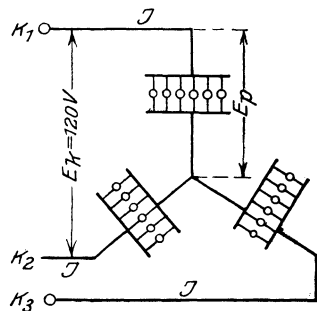

Abb. 164.
- c) die Spannung der Lampen bei Sternschaltung (Abb. 164).